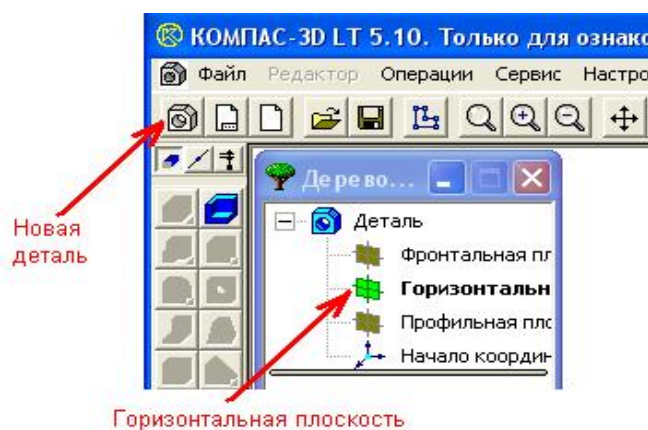
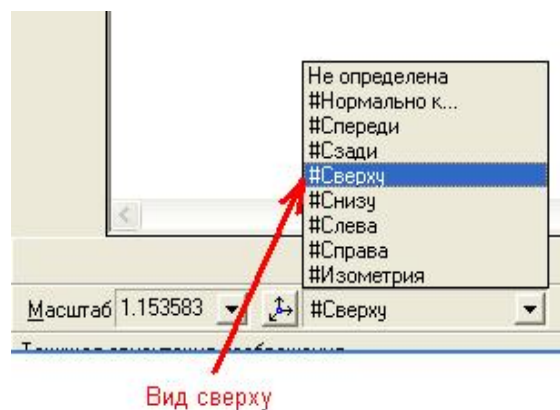

Рис.3
Рис.4
- Выбор главного вида: последовательно выполнить действия на Рис.3 и Рис.4;